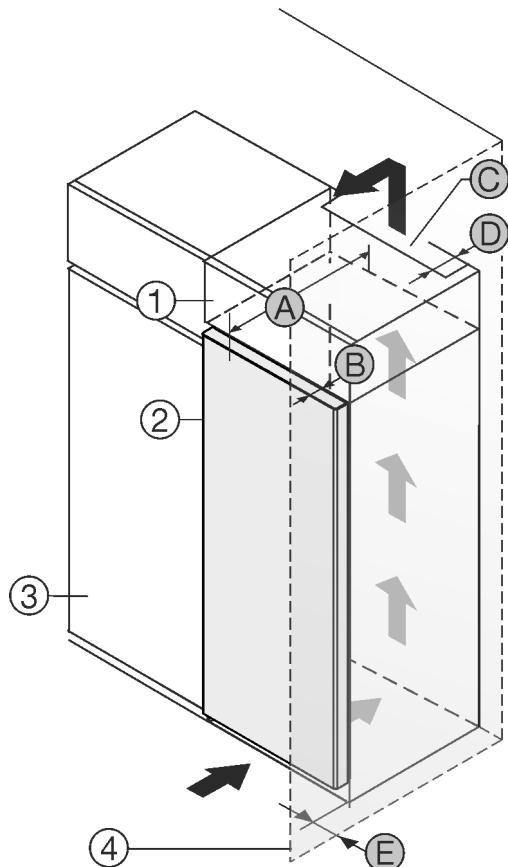

Fig. 1
Установите устройство непосредственно рядом с кухонным шкафом Fig. 1 (3).\*
На задней стенке дополнительного шкафчика должен быть вентиляционный канал с глубиной Fig. 1 (D) по всей ширине этого шкафа.\*
Нужно соблюдать вентиляционное отверстие Fig. 1 (C) под нижней панелью.\*
Если устройство установлено на шарнирах у стены Fig. 1 (4), то расстояние между устройством и стеной должно быть не менее 13 мм.\*
Если устройство установлено на шарнирах у стены Fig. 1 (4), то расстояние между устройством и стеной должно быть не менее 20 мм.\*
Чтобы можно было полностью открыть двери, устройство должно выступать на глубину двери Fig. 1 (B) относительно передней стенки кухонного шкафа. В зависимости от глубины кухонных шкафов Fig. 1 (3) и использования пристенных распорок устройство может выступать и больше.\*